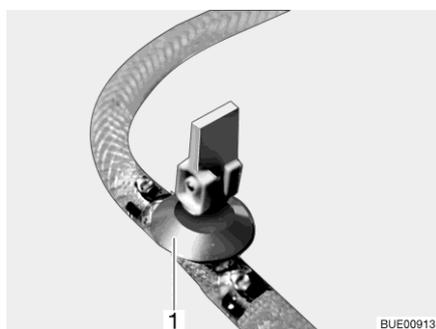

Fig. 168 Llave de desagüe (con balancín)
- Cerrar todas las llaves de desagüe. Para ello, ajustar el balancín de la llave de desagüe (Fig. 168,1) en la posición horizontal.